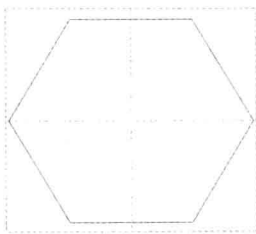

图 2-54 图形文件
Step 01 按【Ctrl+O】组合键，打开图形文件，如图 2-54 所示。